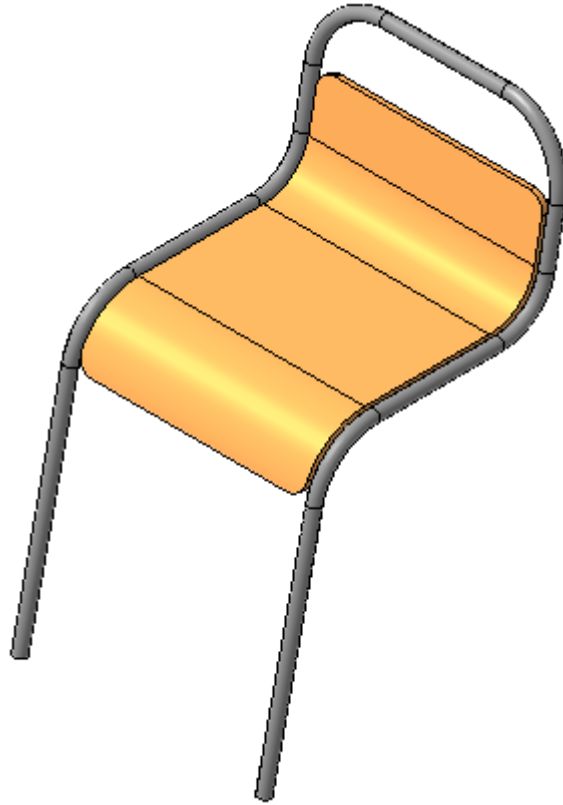

Рисунок 43.
- Закройте окно детали с сохранением данных. Система вернется в режим работы со сборкой (рис. 43).